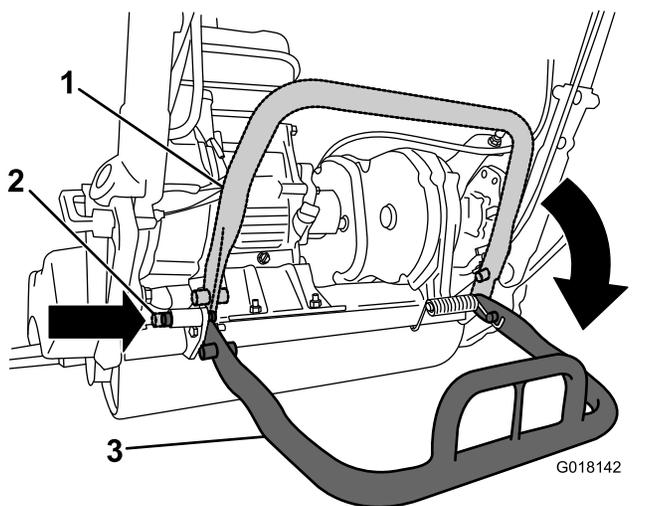

Figure 24
- Pour éviter que la machine ne bascule en arrière quand vous déposez le cylindre, abaissez la béquille et enfoncez la goupille de blocage pour la verrouiller en position d'ENTRETIEN (Figure 24).